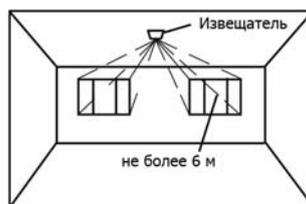

Рис.1. Установка извещателя на потолке
6. Переведите «RGD» в режим отладки (см. раздел 6). По работе светового индикатора (5) (раздел 7, рис.1) с помощью тестера разбития стекла убедитесь, что в месте предполагаемой установки «RGD» происходит срабатывание датчика извещателя. Пауза между тестами разбития стекла должна составлять 15 секунд.
8. Произведите монтаж основания корпуса (2). Если необходимо срабатывание тампера на отрыв от поверхности, зафиксируйте площадку (6) с помощью шурупа.
9. Установите корпус извещателя (1) на основание (2).